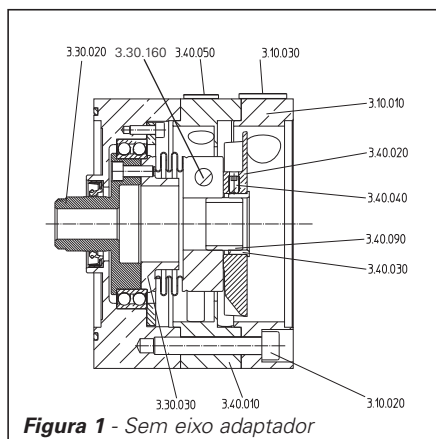

Figura 1 - Sem eixo adaptador
2.1 Montagem da ventoinha para engrenagem sem eixo adaptador (figura 1)